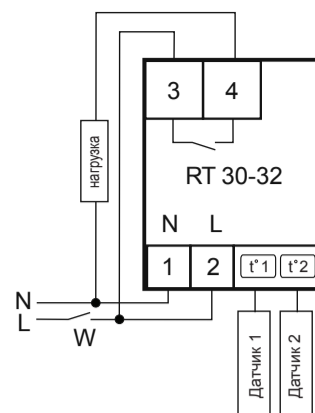
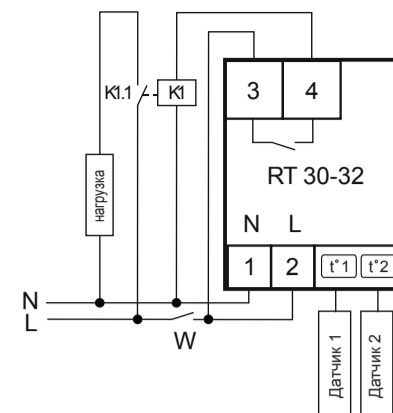

Рис. 2: схема подключения нагрузки мощностью до 4,4 кВт к устройству
Рис. 3: схема подключения нагрузки мощностью более 4,4 кВт к устройству
7.2. Если мощность нагрузки не превышает 4,4кВт, подключите нагрузку к изделию согласно рис.2. Для этого используйте одножильный или многожильный провод с двойной или усиленной изоляцией сечением, соответствующим мощности нагрузки. Фазное напряжение подается на контакты 2 и 3 устройства. Напряжение может подаваться через выключатель W или напрямую.
7.3. В случае, если мощность нагрузки более 4,4кВт, то нагрузка подключается к изделию через контактор соответствующей мощности и проводом соответствующего сечения (рис.3).
8.7.1. Подключить нагревательный прибор к нормально-разомкнутым контактам реле согласно схеме (рис. 2 или рис. 3).